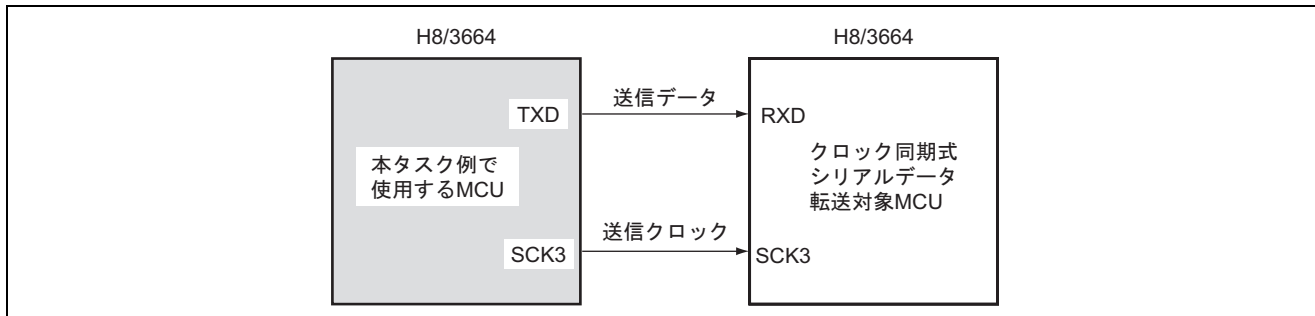

図 1 クロック同期式シリアルデータ送信
1. 図 1 に示すようにクロック同期式シリアル転送機能を使用して、4 バイトの 8 ビットデータの送信を行います。